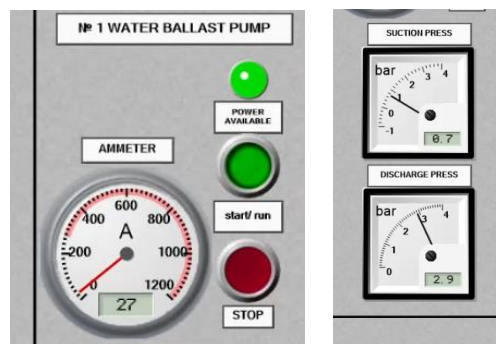

Figura 64- Bomba 1
10. En cas de voler augmentar el caudal d'entrada als tancs, podríem fer ús de la segona bomba, és a dir la bomba 1 (*Figura 64*). Per fer-ho anirem un altre cop al *Ballast Pumps And Eductor Console*. Un cop allà ens fixarem en el quadre de la bomba 1 i pitjarem sobre *START* (prèviament ens hem d'assegurar que el LED de *POWER AVIABLE* estigui encès i de color verd). Un cop pitjat el botó, la bomba es posarà en funcionament.